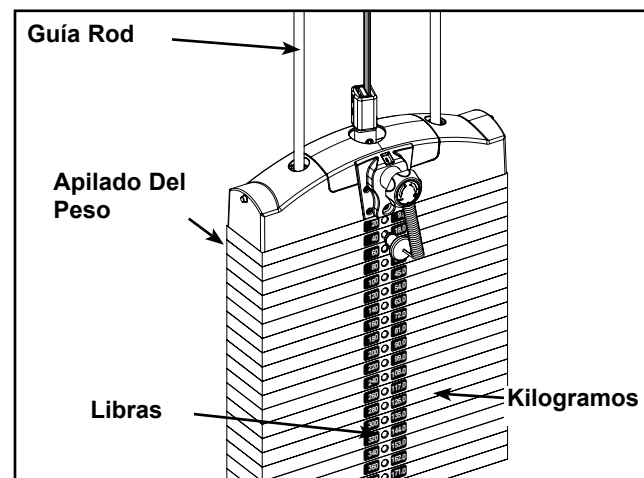

Figura 18
- E. Quitar cuidadosamente la parte delantera, saliendo de etiquetas el adherir a las placas del peso. Ver Figura 18.